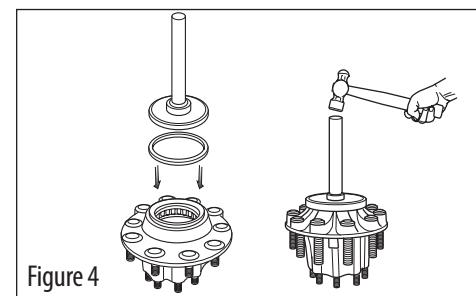

Figure 4
5. Placez le joint dans l'alésage du moyeu, le « CÔTÉ AIR » visible. Utilisez la plaque d'installation ConMet appropriée (voir le tableau ci-dessous) et un outil à joint générique ou une plaque plate et un petit maillet pour bien enfoncez le joint. Ne frappez pas directement sur le joint. Assurez-vous que le joint repose uniformément au fond de l'alésage. (Voir figure 4). Assurez-vous que le joint n'est pas décalé et que le diamètre intérieur du joint et le roulement intérieur tournent librement.